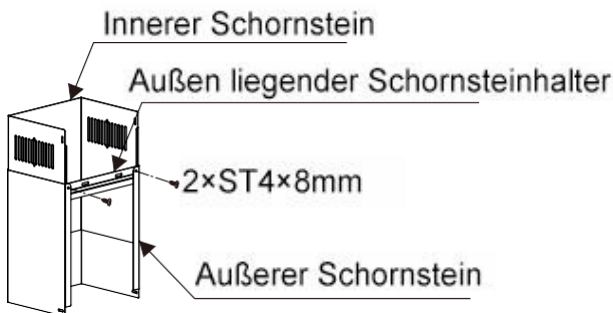

Bild 5
7. Montera skorstensfästet på skorstenen (se bild 5).